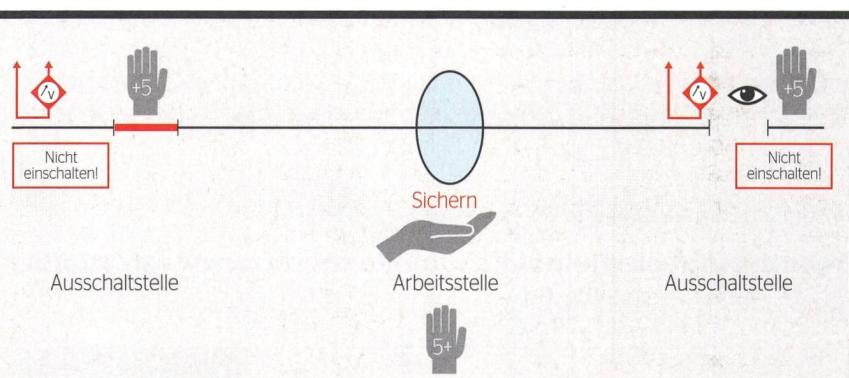

Bild 3 Eindeutige Identifizierung der Verbindungsleitung möglich.
- Bei Verbindungsleitungen mit eindeutiger Identifizierung (Zuordnung) der Kabel und ohne jegliche Abgänge, kann auf das Erdern und Kurzschließen verzichtet werden (**Bild 3**). Sind die Leitungen grössere Strecken parallel zu Hochspannungsleitungen, ist zur Ableitung der induzierten Spannung das Kabel